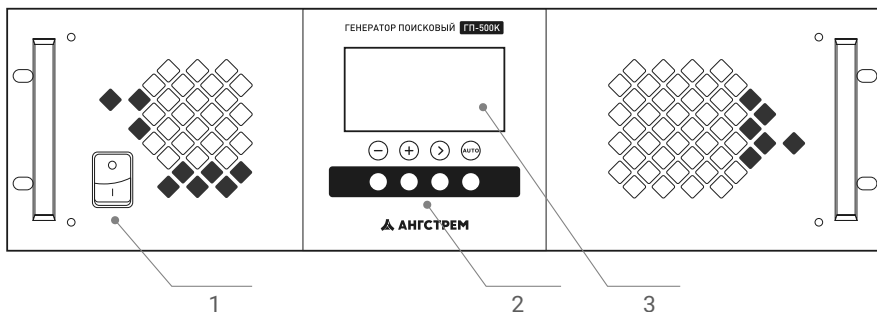

Рисунок 1 - Передняя панель генератора
5.1.2 На передней панели генератора (рис.1) расположены органы управления и индикации: